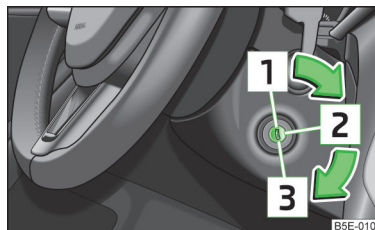

Abb. 116
- Während der Fahrt mit stehendem Motor muss der Zündschlüssel immer in der Stellung **Z** » Abb. 116 auf Seite 118 (Zündung eingeschaltet) sein. Diese Stellung wird durch das Aufleuchten von Kontrollleuchten angezeigt. Wenn das nicht der Fall ist, könnte es unerwartet zur Verriegelung der Lenkung kommen - es besteht Unfallgefahr!
Benzinmotoren » Abb. 116
Dieselmotoren » Abb. 116
Wenn die **Lenkung gesperrt ist** und der Schlüssel sich nicht oder nur schwer in die Position  » Abb. 116 drehen lässt, dann ist das Lenkrad etwas hin und her zu bewegen - die Lenkungsverriegelung wird dadurch entriegelt.
- Die Zündung einschalten **2** » Abb. 116 auf Seite 118.
» Abb. 116 auf Seite 118.